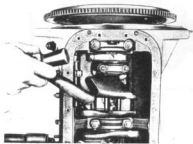

Fig. 15
- bielas e/âmbolos (pistões) (veja Fig. 15)